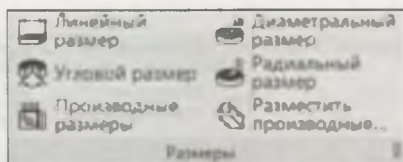

Рис. 25.10. Панель инструментов Размеры
- ♦ Панель инструментов **Размеры** (рис. 25.10) — содержит команды для простановки размеров в сборке;